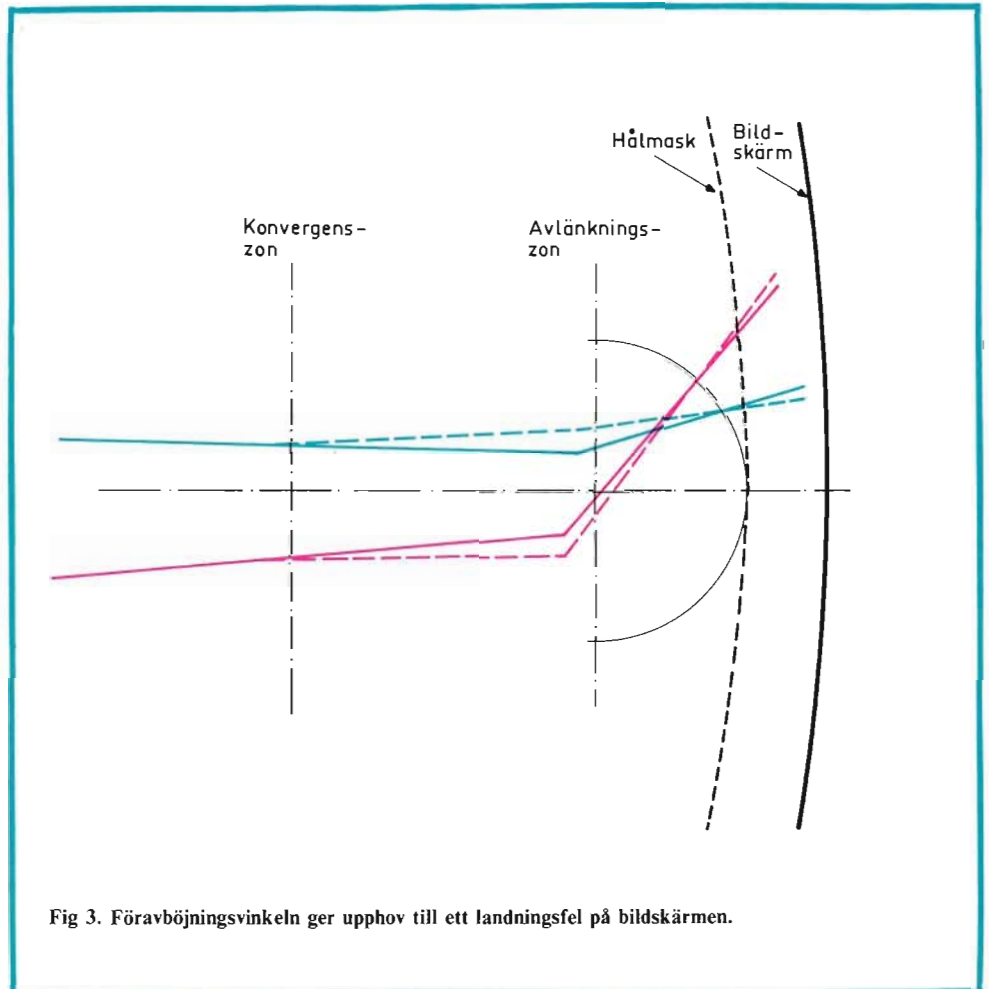

Fig 3. Föravböjningsvinkeln ger upphov till ett landningsfel på bildskärmen.
Tyvärr inför vi nu ett annat fel i och med att vi flyttar avböjningspunkterna utåt. Det är ju gott och väl att vi kan flytta konvergenspunkten längre ut på bildrörets axel, men detta medför också att strålarnas *infallsvinkel* mot hålmasken ändras. I *fig 3* ser vi att detta kommer att ge upphov till landningsfel på bildskärmen.
*Fig 4* förklarar närmare skillnaden mellan 90°- och 110°-rören och vad som händer ute i bildkanterna. I *fig 4a* ser vi i en förstoring det markerade området i *fig 3*. Som vi redan nämnt har i 90°-rören hålet i hålmasken en mindre diameter än fosforpunkterna och elektronstrålarna, varför endast en del av strålen passerar hålet i masken. Detta tillsammans med den större fosforpunkten gör att vi inom vissa gränser kan utjämna variationer i strålarnas infallsvinklar och undvika färgrenhetsfel. Man kan säga att hålmasken fungerar som en mekanisk fokusering för elektronstrålarna.